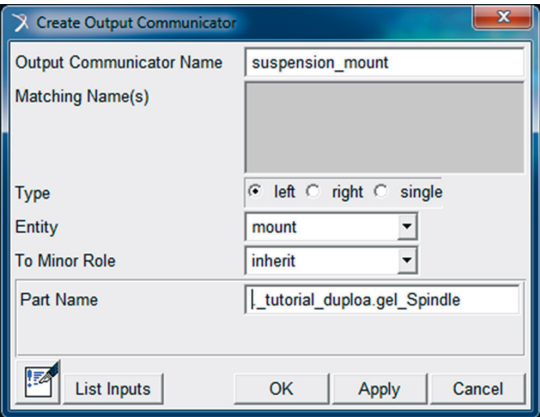

Figura 5.151 – Criação do *Communicator* “*suspension\_mount*”.
- Preencha os campos da janela *Create Output Communicator*, conforme ilustrado na Figura 5.151.